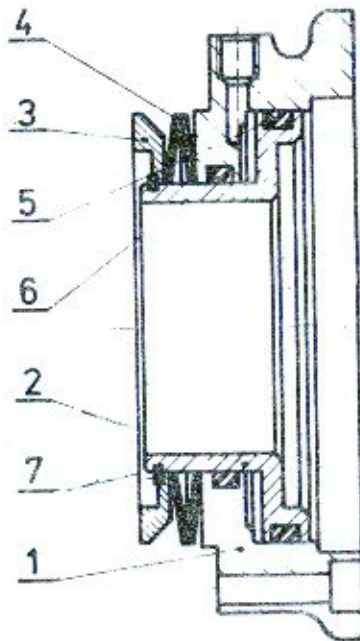

Рис. 30 Демонтаж поршневого узла
в/ Демонтаж поршневого узла - рис.30
- проверить состояние уплотнительных колец "6" /90 х 80, ЧСН О2 9280.1/ и "5" /120 х 110, ЧСН О2 9280.1/ - рис.30.
#### а/ Монтаж поршневого узла - рис. 30